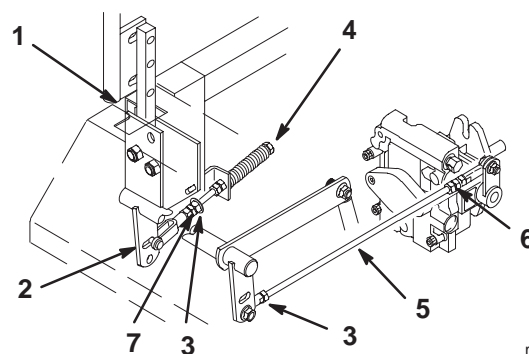

Figure 55
2. Commencez par le levier de commande gauche ou droit. Placez le levier au point mort (sans le verrouiller), puis tirez-le en arrière jusqu'à ce que l'axe de chape (situé sur le bras au-dessous de l'axe de pivot) touche l'extrémité de la fente (c.-à-d. commence juste à appuyer sur le ressort) (Fig. 55).
3. Vérifiez la position du levier par rapport au cran de la console ; il doit être centré de façon à pouvoir pivoter vers l'extérieur jusqu'à la position de verrouillage du point mort (Fig. 55).
4. Desserrez le contre-écrou sur la rotule de la tige de commande de la pompe (Fig. 55).
6. Réglez la longueur de la tige de pompe en tournant les doubles écrous dans le sens voulu, jusqu'à ce que la roue soit immobilisée ou tourne légèrement en marche arrière (Fig. 55).